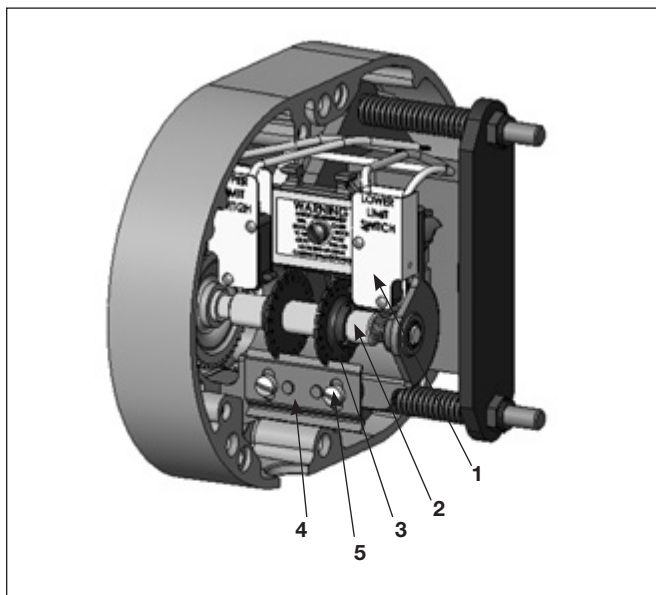
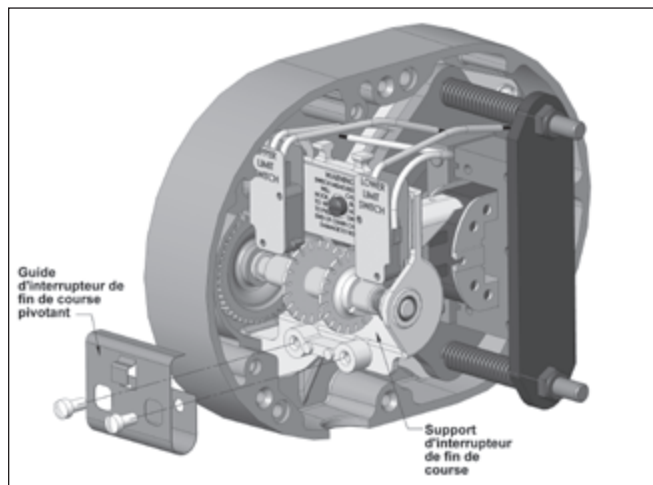

Figure 16. Interrupteurs de fin de course, modèles A à H-2
Figure 16a. Interrupteur de fin de course pivotant, modèles A à H-2
4. Desserrer les vis du plateau-guide afin de la désengager des écrous mobiles; consulter les figures 16 et 17. Dans le cas des interrupteurs de fin de course pivotants, tirer légèrement sur le guide à ressort, afin de le désengager des écrous mobiles; consulter les figures 16A et 17A.